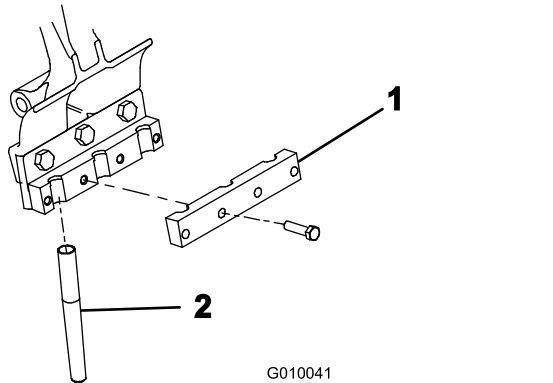

Figura 26
5. Instale provisionalmente una abrazadera de taladros en cada portataladro (Figura 26) con 4 pernos de (3/8" x 1-1/2"). No apriete los pernos.